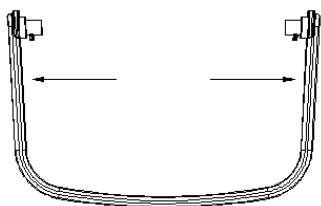

Fig.1
- 1) Saisir les deux côtés de la poignée indiqués par les flèches avec les mains et les tirer vers l'extérieur (voir Fig.1).